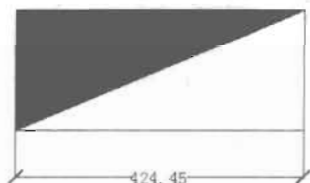

图 10-113
(1) 根据原始文件路径打开图形,如图 10-113 所示。